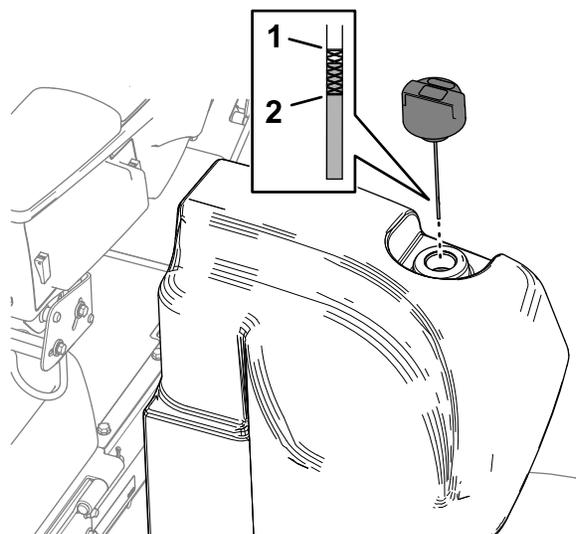

Figure 111
2. Nettoyez la surface autour du goulot et du bouchon de remplissage du réservoir hydraulique (Figure 111).